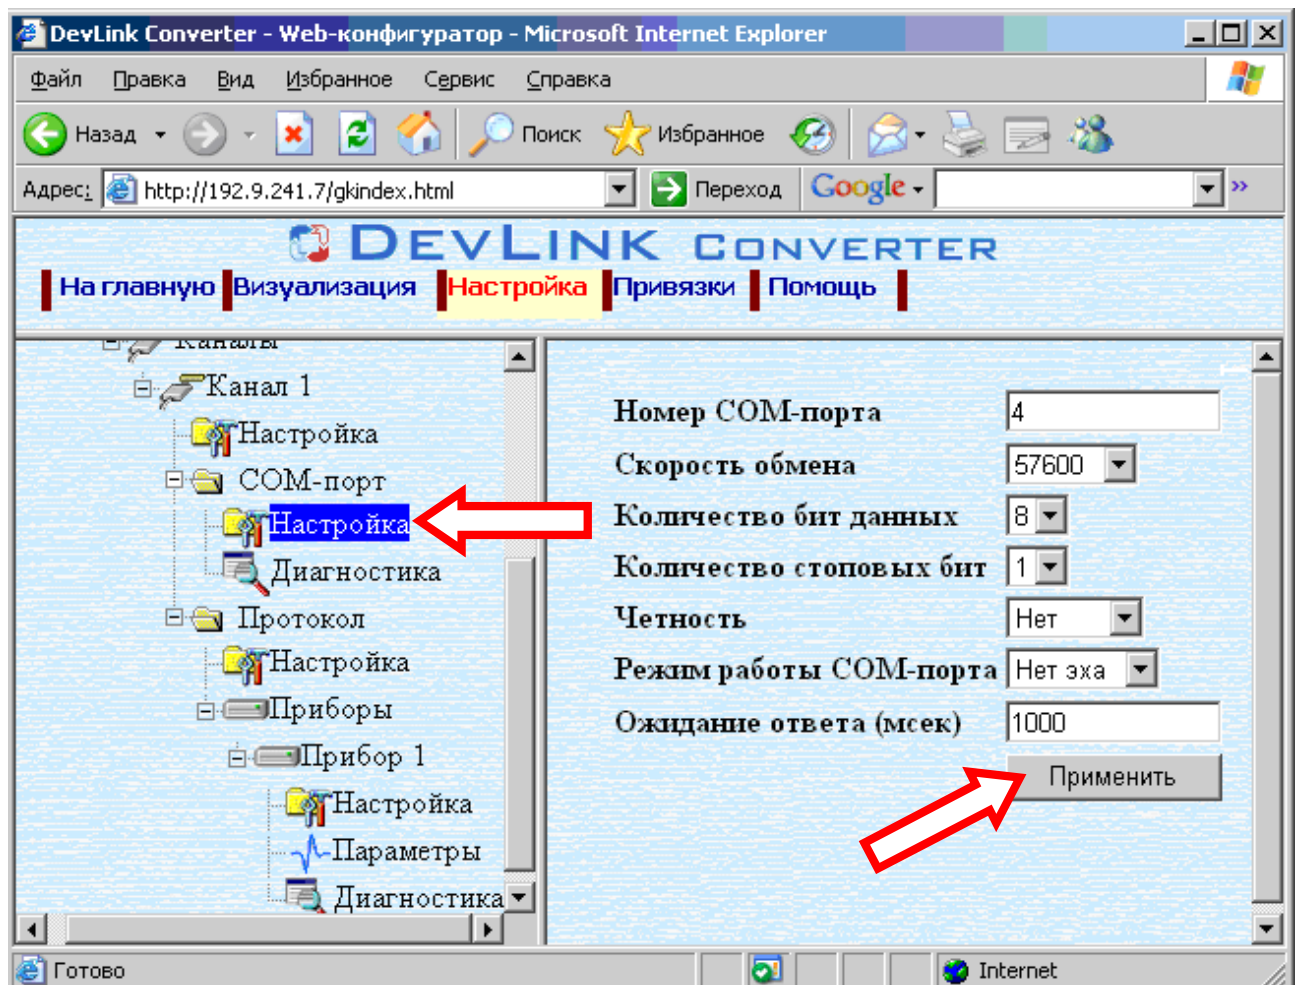

Рисунок 3.8 – Настройка COM-порта
- Выберите в дереве объектов *папку «Настройка»* COM-порта нужного канала драйвера (рисунок 3.8).
- Задайте необходимые настройки и для их применения нажмите кнопку «Применить» (рисунок 3.8).